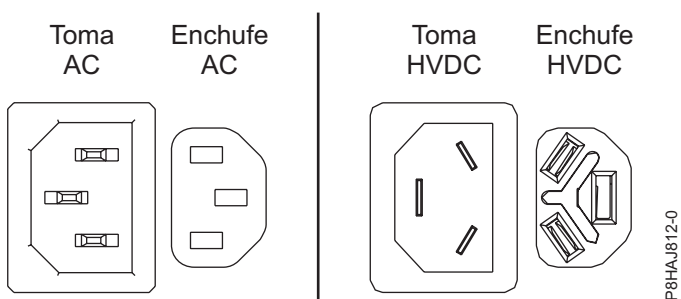
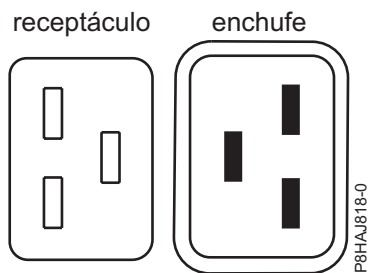
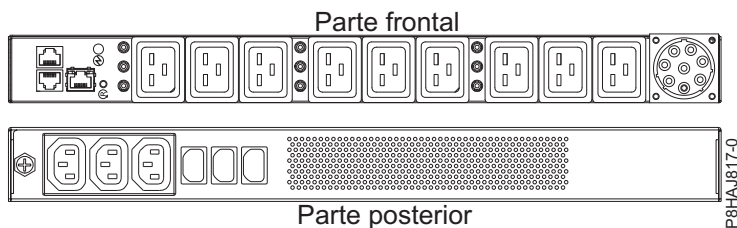

Figura 99. Conectores de CA y HVDC
Figura 100. Conectores para el sistema 8408-44E
Figura 101. PDU para el sistema 8408-44E
En Figura 99 se muestran los conectores admitidos de corriente alterna (CA) y de corriente directa de alto voltaje (HVDC). En Figura 100 y en Figura 101 se muestran los conectores admitidos y la unidad de distribución de alimentación (PDU) para 8408-44E.